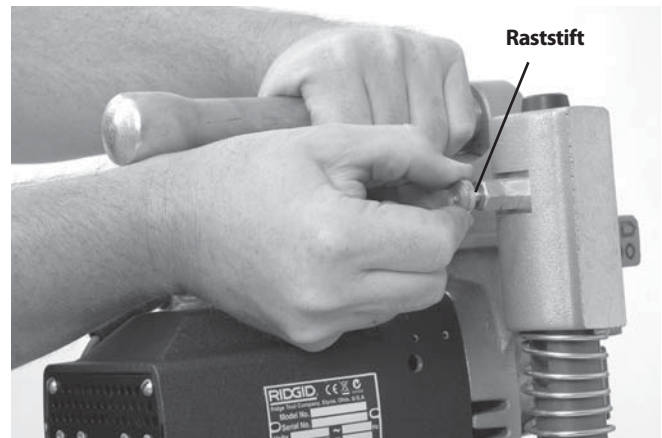

Abbildung 7 – Trennen von Basis- und Motorbaugruppe
- Gebrochene, verschlissene, fehlende, falsch eingestellte oder klemmende Teile. Vergewissern Sie sich, dass die Motorbaugruppe sich gleichmäßig und frei an den Säulen der Basisbaugruppe auf- und abwärts bewegt. Vergewissern Sie sich, dass Kette und Schwenkgriff frei beweglich sind. Überprüfen Sie an der HC-300, dass der Raststift korrekt funktioniert und die Motorbaugruppe an der Basisbaugruppe hält (Abbildung 7).
1. Ziehen Sie, wobei die HC-300 Lochsäge sich auf einer stabilen, festen Fläche befinden muss, den Stift auf der Rückseite der linken Säule heraus (*Abbildung 7*) und heben Sie die Motorbaugruppe von der Basisbaugruppe.